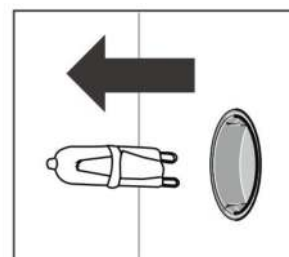

Figura 6
3. Retire la bombilla y sustitúyala por otra del mismo tipo. (Figura 6)